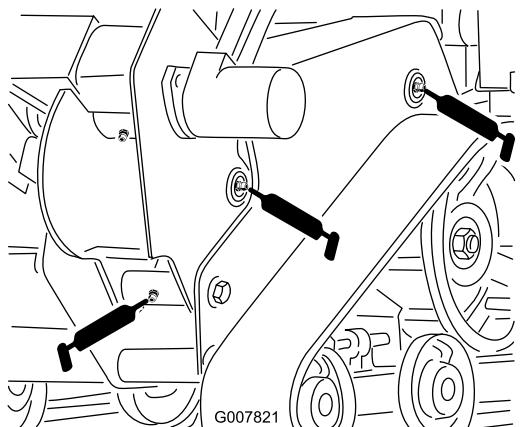
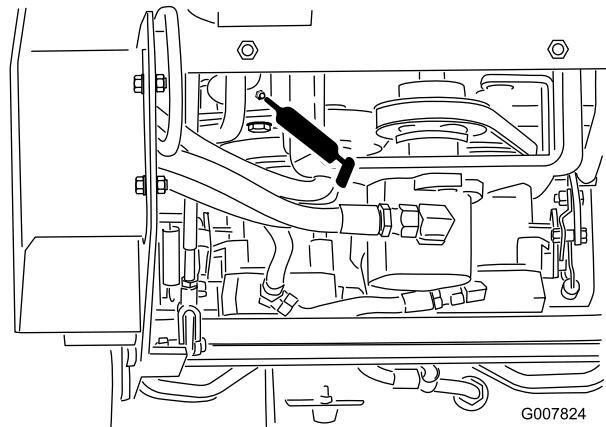

Figura 27
Figura 30
3. Collegate un ingassatore a pressione a ciascun raccordo (da Figura 27 a Figura 30).